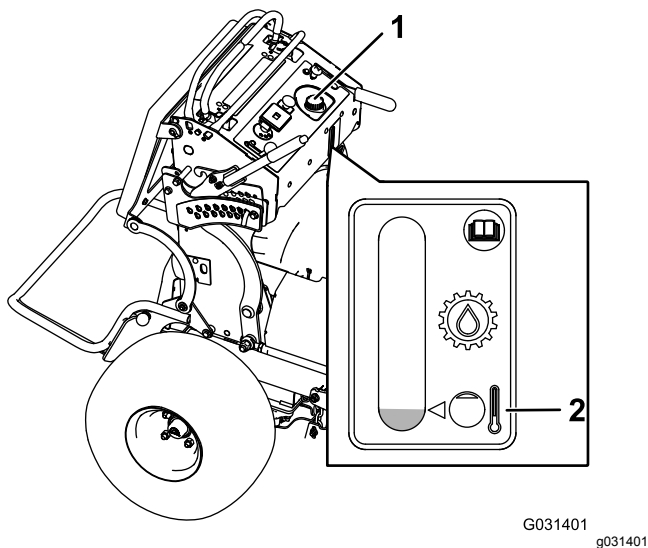

Figure 69
5. Enlevez le bouchon du goulot de remplissage (Figure 69).